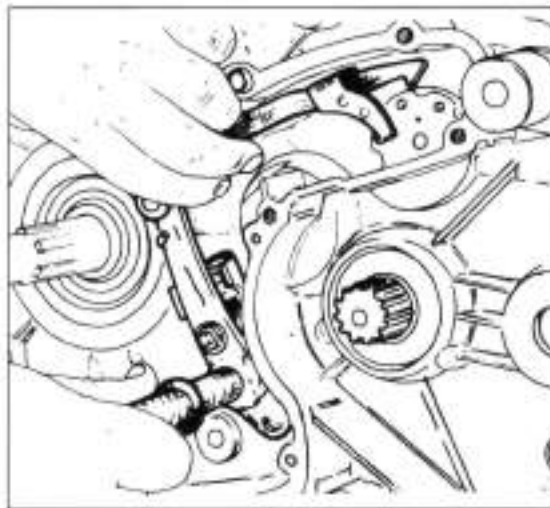

Bild 93
- Schaltmechanismus einsetzen (Bild 93).
- Befestigungsschrauben  Bild 93 lockern, und Schaltmechanismus ausrichten.
- Zur Einstellung der Anlage der Schenkelfeder: Gegenmutter  Bild 93 der Einstellexzenter lockern und Einsteller (Maden-Schlitzschraube) so drehen, dass Schenkelfeder beidseitig an Gehäusezapfen anliegt.